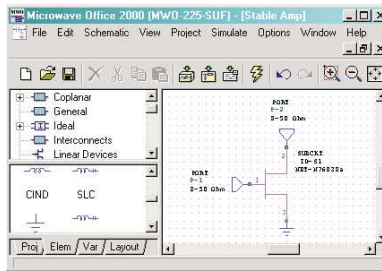

FIG. 10 – Transistor avec ses deux ports d'excitation.
Etape 8 - Ajouter deux ports d'excitation et la masse (cf Fig.10)
- * Placer 2 ports respectivement sur la grille et le drain du transistor et la masse à la source (cf Fig.10).